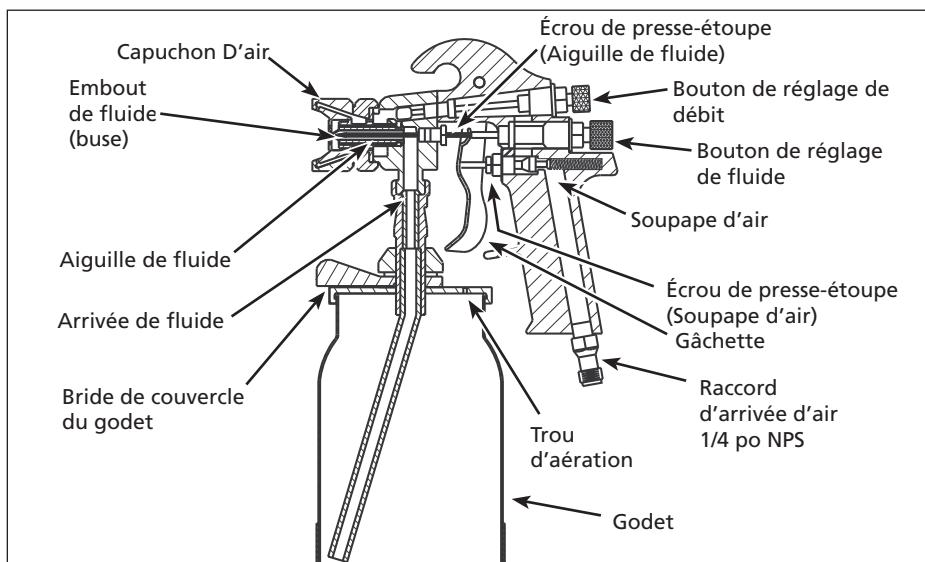

Figure 14 - Pistolet Vaporisateur Conventionnel À Siphon
5. Desserrer les écrous de presse-étoupe. Remplacer le presse-étoupe SEULEMENT si la fuite ne peut pas être étanchée en resserrant l'écrou. (Voir Figure 14). Ne pas trop serrer un écrou de presse-étoupe, ceci peut limiter le déplacement de l'aiguille.